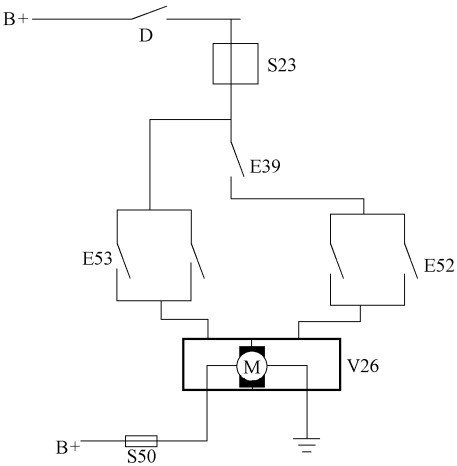

图 2.5-1 左后门电动车窗升降电路简图
(1) 根据电路图，画出简化的左后车门车窗控制电路图，见图 2.5-1。